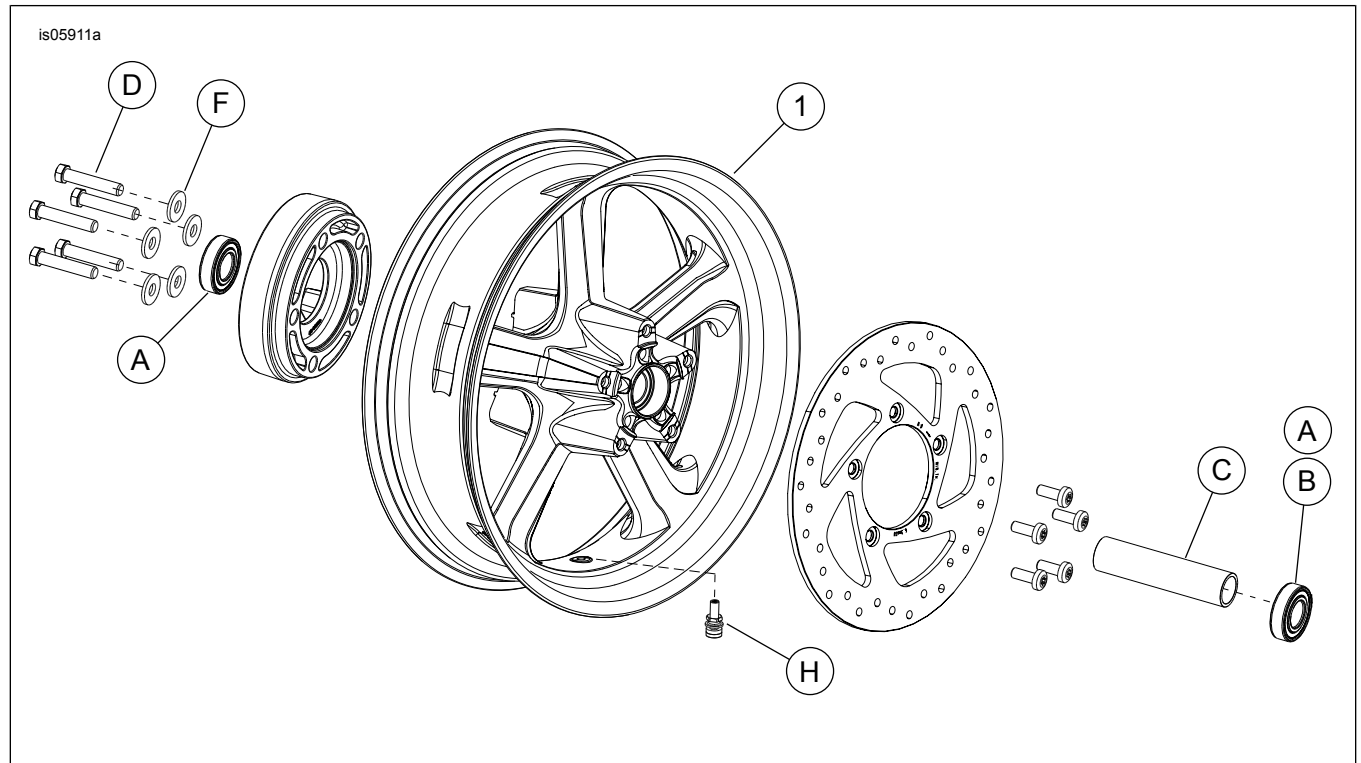

Abbildung 1. Ersatzteile: 5-Speichen-Aluminiumguss-Rad
Siehe Abbildung 1 und Ersatzteiletabellen.
2. Siehe Abbildung 1. Die Ventilschaft-Baugruppe (H) am Rad anbringen. Siehe REIFEN im Werkstatthandbuch.